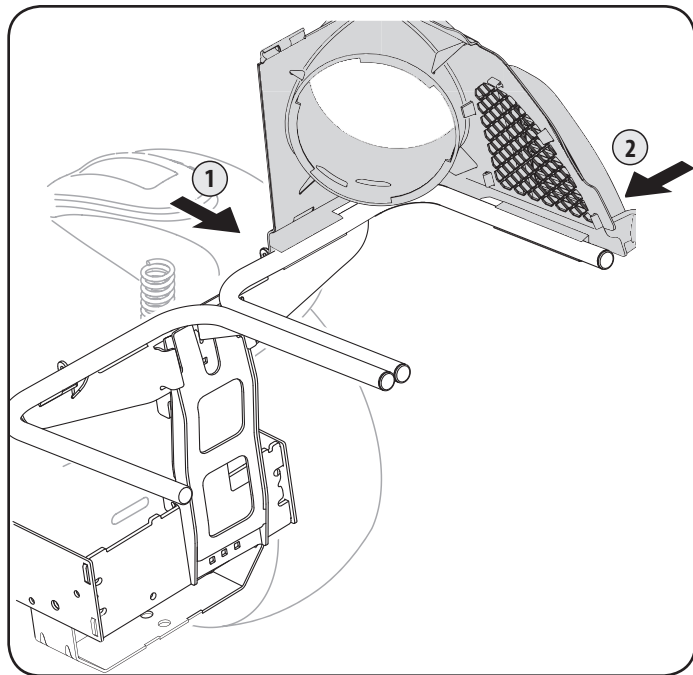

Figure 13
- Inclinez légèrement l'avant du support de la goulotte supérieure vers l'avant et enclenchez le loquet latéral avant sur le longeron, comme indiqué au numéro 1 de la Figure 13. Glissez la bague de retenue sous la languette.
- Insérez la goulotte de descente supérieure en place en enclenchant d'abord la partie latérale sur la rail de support du dispositif d'ensachage avec le bord du dispositif d'enclenchement aligné avec la ligne rouge, comme illustré au numéro 2 de la Figure 13